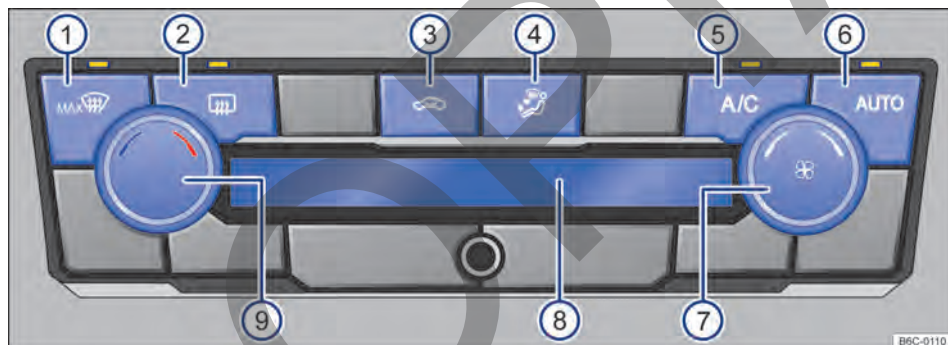

Fig. 81 Comandos del Climatronic.
- Climatronic: girar el regulador del ventilador a la izquierda hasta el tope → fig. 81 (7)
Con la tecla **AUTO** → fig. 81 (6) se puede encender el modo automático del Climatronic.
al automático se apaga cuando la ventilación se cambia manualmente o con el cambio de la distribución de aire al presionar la tecla → fig. 81 (4).
- Climatronic: girar el regulador giratorio izquierdo → fig. 81 (9).
En la pantalla del Climatronic → fig. 81 (8) se indica la temperatura ajustada. ▶
- Climatronic: girar el regulador del ventilador → fig. 81 (7).
- Climatronic: presionar la tecla → fig. 81 (4) a la posición deseada, la distribución seleccionada se indicará en la pantalla (8).
- Climatronic: presionar la tecla  → fig. 81 (1).